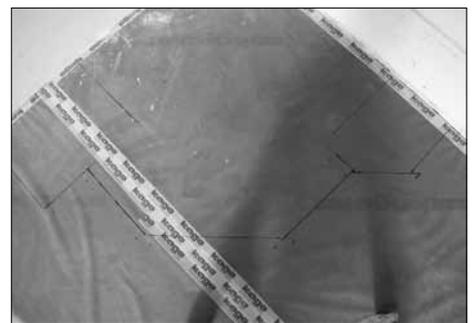

Bild 2-5
- Vergleichen Sie mit nebenstehendem Bild 2-5 und Bild 2-6, welches der abgebildeten Simsbeispiele für Ihren Kachelofen zutrifft.